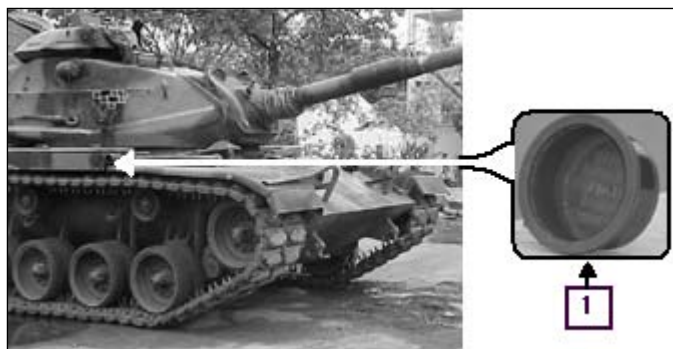

Fig 3-11. Tampão do exaustor do aquecedor
a. Ligar o aquecedor (Fig 3-11 e 3-12)